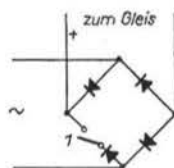

Bild 6 Trennschalter im Gleichrichterstromkreis; 1 Trennschalter.
Die Einwegzellen (2) bewirken einen Halbwellenstrom. Der übliche Polwendeschalter zwischen Gleichrichter (4) und Gleis arbeitet sowohl für Halbwellenstrom als auch für Vollweggleichrichtung. Statt der dargestellten einzelnen Einwegzellen (2) kann mit einem Trennschalter im Gleichrichterstromkreis gearbeitet werden. Dieser ist dann zwangsläufig mit dem Drehschalter (3) zu koppeln (Bild 6).